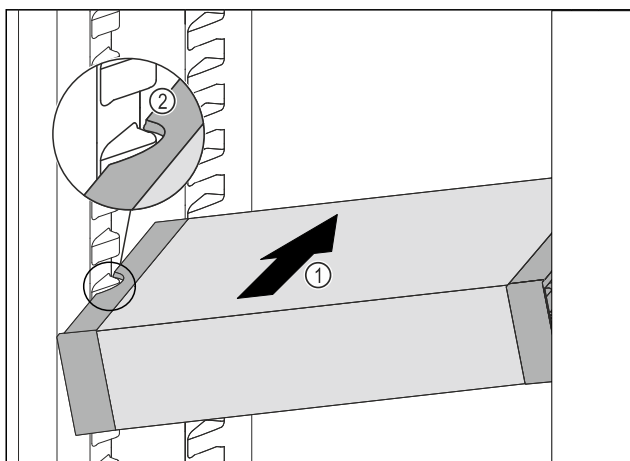

Fig. 171
- Futni pjerrtas VarioSafe në pjesën e ftohjes Fig. 171 (1), derisa foletë anësore Fig. 171 (2) të VarioSafe të jenë në lartësinë e brinjëve të kutisë në pjesën e ftohjes.